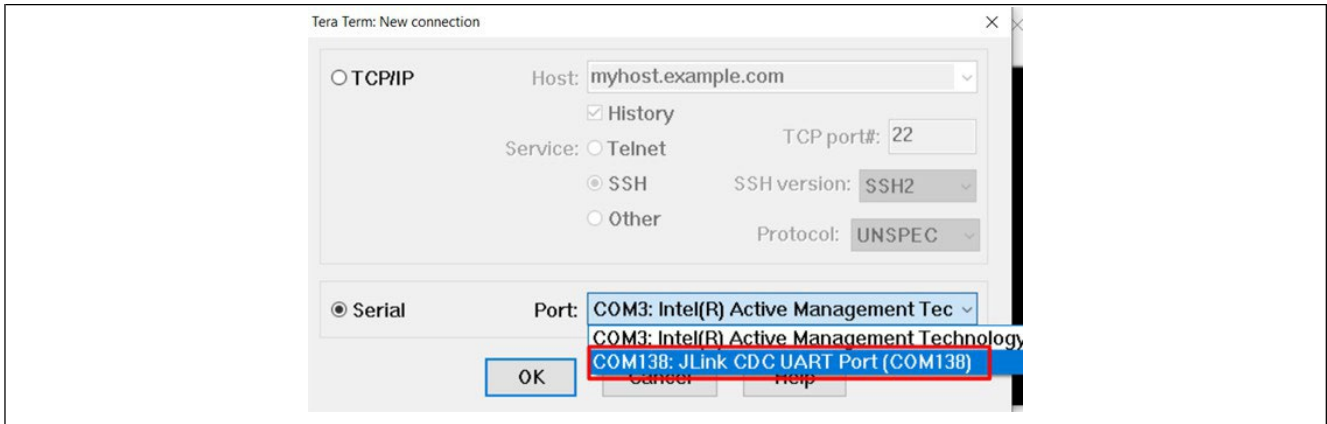

図60. Tera Termターミナルへの接続
1. Tera Termを起動します(図60)。
2. シリアル接続オプションから、J-Link CDC UARTポートを選択し、ターゲットデバイスとの通信を確立します(図60)。